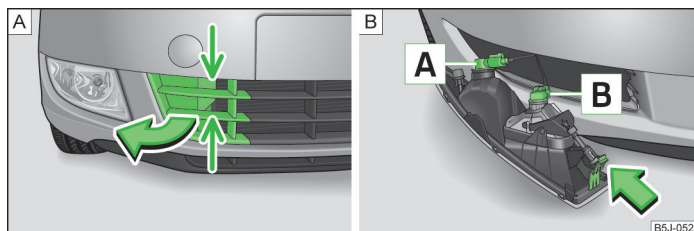

Fig. 157 Paraurti anteriore: griglia protettiva / smontaggio del fendinebbia
Disposizione delle luci » fig. 157 .
- Afferrare la griglia di protezione dai punti indicati con le frecce » fig. 157 - **[A]** ed estrarre la calotta di copertura.
- Inserire la mano nell'apertura della griglia di protezione e premere i naselli di innesto » fig. 157 - **[B]** nella direzione indicata dalla freccia.